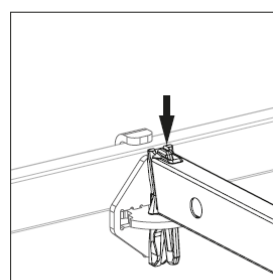

Fig. A11.06j
5. Enfoncer les clavettes des filières horizontales. (Fig. A11.06j)